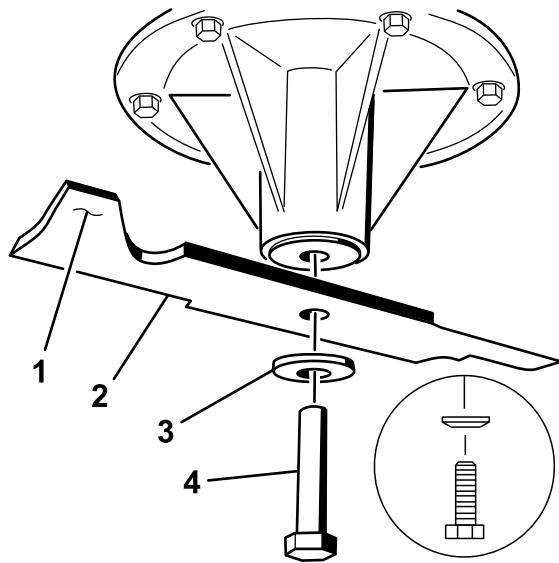
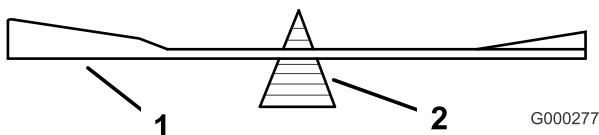

Figure 74
Figure 77
2. Pour les plateaux de coupe de 40 et 48 pouces, enlevez le boulon de lame, la rondelle bombée et la lame de l'axe de pivot (Figure 74).
2. Vérifiez l'équilibre de la lame en la plaçant sur un équilibrEUR (Figure 77). Si la lame reste horizontale, elle est équilibrée et peut être utilisée. Si la lame est déséquilibrée, limez un peu l'extrémité de la partie incurvée seulement (Figure 74). Répétez la procédure jusqu'à ce que la lame soit équilibrée.
1. Placez la lame sur l'axe (Figure 74).
Important: Pour obtenir une coupe correcte, la partie incurvée de la lame doit être tournée vers le haut et dirigée vers l'intérieur du carter de tondeuse (Figure 74).
2. Sur les plateaux de coupe de 40 et 48 pouces, montez la lame, la rondelle bombée et le boulon de lame (Figure 74).